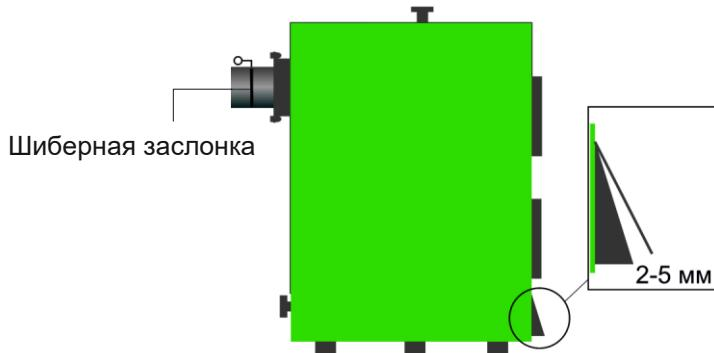

Рисунок 10.
- после того, как воздух в отапливаемом помещении нагреется, прикрыть дверцу регулировки подачи воздуха, оставив воздушный зазор примерно — 2-5 мм (рис. 10), закрыть на половину заслонку в дымоотводящем патрубке (если шибер шторный, то выдвинуть его до риски на шторке). Таким образом будет обеспечена правильная работа Котла и соответственно максимально эффективный, экономичный, комфортный режим работы, не требующий дополнительной регулировки до тех пор, пока в топке не останется топлива менее десятой части от полной загрузки;
- если доложено больше топлива, чем находится в топке, более чем в три раза, то необходимо приоткрыть дверцу регулировки подачи воздуха под 30-45 градусов относительно вертикали (рис. 8) на 5-10 минут, пока не займется дымом, не начнет тлеть вновь заложенное топливо (чем влажнее топливо — тем дольше), после чего необходимо вернуть дверцу регулировки подачи воздуха в положение 2-5 мм зазора (рис. 10);